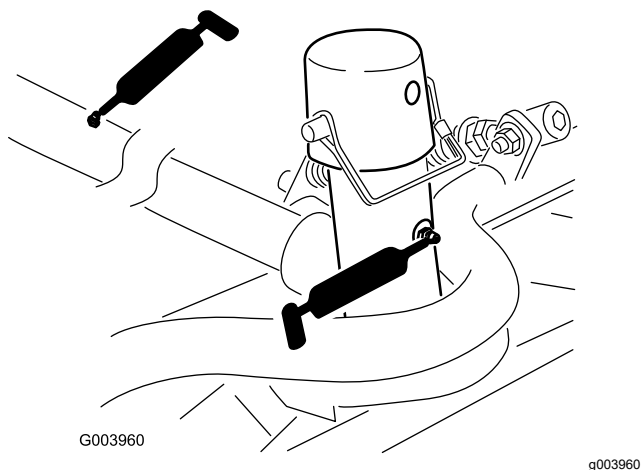

Figura 72
- Bastidor de tiro y pivote de la unidad de corte (2 en cada) (Figura 72).